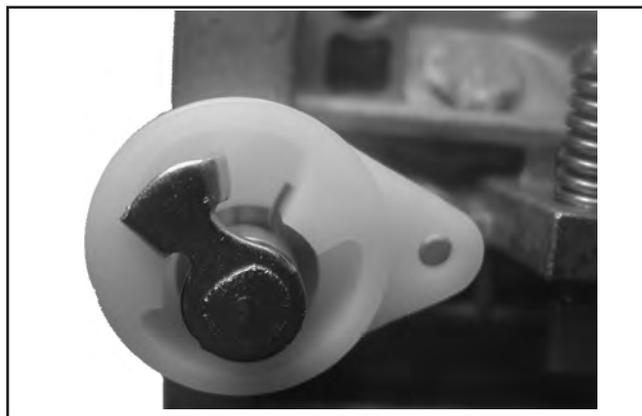

Abbildung 5-33. Details des Chokes.
4. Die Position der Federhalter und der Choke-Klappe für eine nachfolgende korrekte Montage notieren. Siehe Abbildung 5-33. Die beiden Schrauben, mit denen die Choke-Klappe an der Welle des Chokes befestigt ist, entfernen. Die Welle aus dem Vergasergehäuse herausnehmen und die entfernten Teile entsorgen.
10. Die Feder und die Choke-Welle in den Vergaser einziehen. Die Welle drehen (vorspannen) und die innere Halterung der Feder gegen den Anschlag stellen, der sich im Inneren des Chokehebels gemäß der Originalmontage bildet. Siehe Abbildung 5-33. Die Halterung gegenüber der Feder muss sich immer noch zwischen den "Anschlägen" befinden, die von der Choke-Welle gebildet werden.